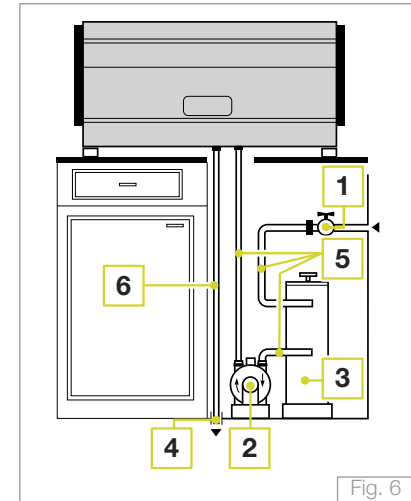

Fig. 6
Realice las conexiones como se muestra en la Fig. 6 y teniendo en cuenta las siguientes instrucciones:
La bomba del motor debe instalarse a una distancia suficiente para evitar goteos o chorros de agua y también para evitar que caiga sal dentro de la bomba del motor al echar sal en el ablandador de agua. Antes de conectar el tubo flexible procedente de la bomba del motor o del ablandador de agua, en caso de aplicaciones con bombas incorporadas, colóquelo en un cubo y abra la llave del agua (1 - Fig. 6) durante un par de minutos para eliminar posible residuos procedentes de los tubos nuevos y, en cualquier caso, hasta que el agua fluya límpida.
- A. Abrir el grifo de alimentación hídrica previsto en la predisposición de las instalaciones (ver Fig. 6 en pág. 12 - Ref. 1).
- B. Verificar que en el manómetro de presión de red hídrica se visualice la presión de red hídrica (4 bar) (12).